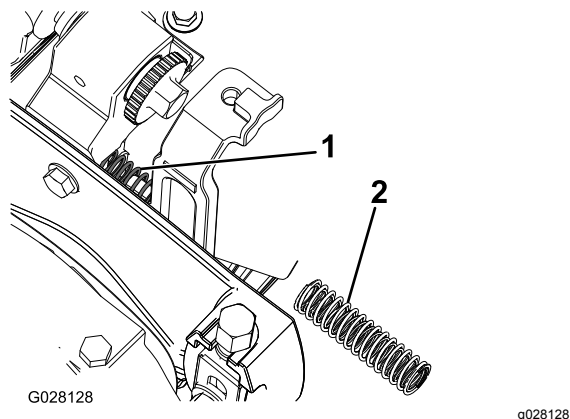

Figura 6
11. Utilice un alicate de punta fina para retirar los muelles de compresión en ambos lados de la unidad de corte, y sustitúyalos con los muelles de compresión interior y exterior nuevos (**Figura 6**).